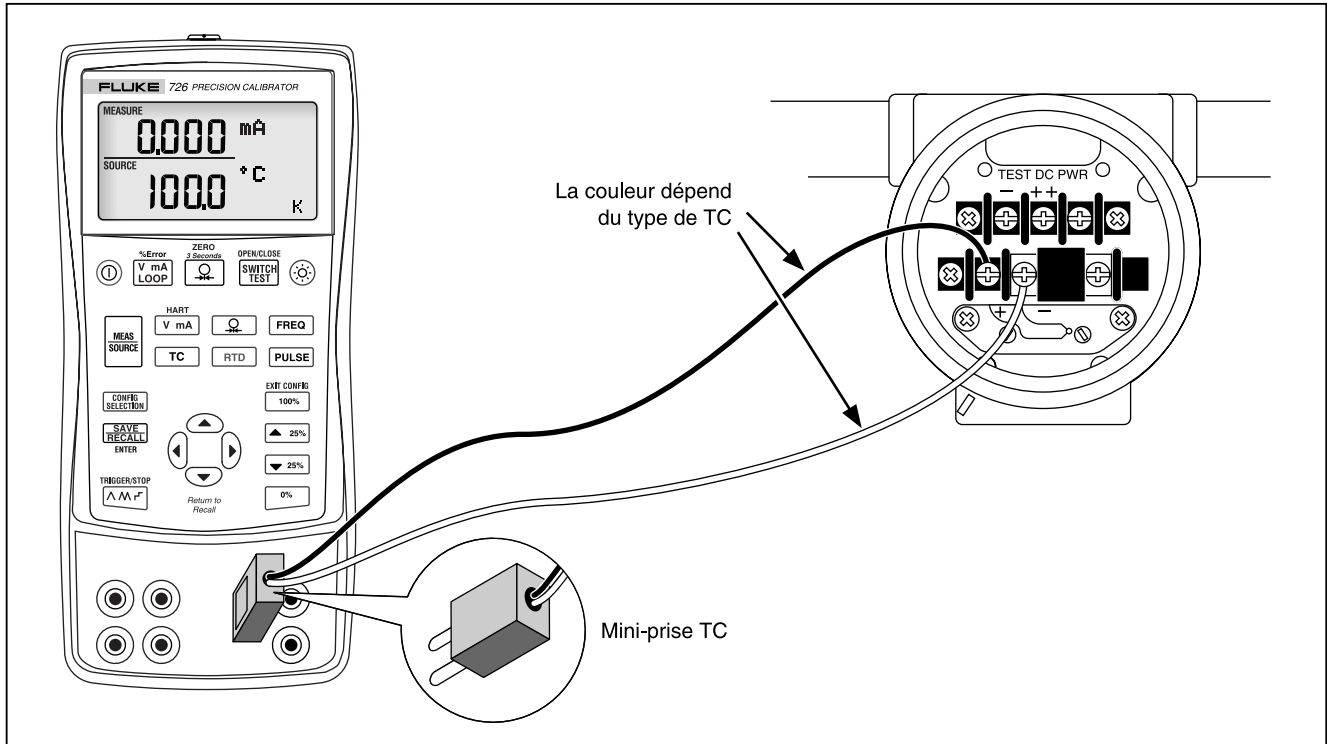

Figure 16. Branchements pour la simulation d'un thermocouple
Ce branchement est représenté en figure 16. Procédez de la façon suivante pour simuler un thermocouple :
1. Branchez les fils du thermocouple sur l'entrée/sortie TC par l'intermédiaire de la mini-prise TC adéquate, comme l'indique la figure 16.